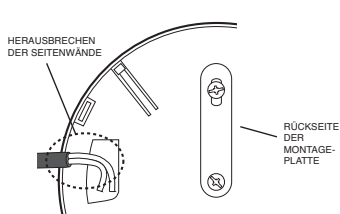

Abbildung 11a
3. Wenn Sie die Verkabelung entlang der Oberfläche verlegen, brechen Sie einfach die beiden Aussparungen heraus (siehe Abbildung 11a).